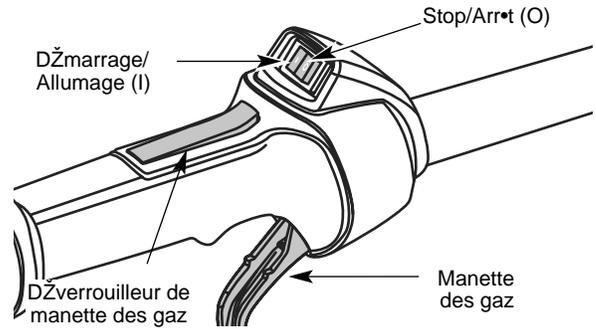

Fig. 20
REMARQUE : Il n'est pas nécessaire de faire démarrer la machine. La commande On/Off (Arrêt/Marche) est en position ON (I) en permanence (Fig. 20).
2. Appuyez sur la commande Marche/Arrêt Stop et maintenez-la en position ARRæt (O) jusqu'à ce que le moteur s'arrête complètement (Fig. 20).